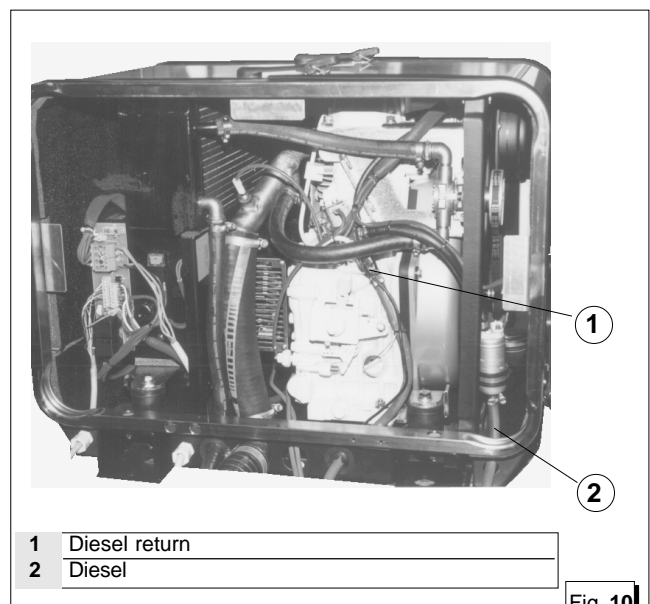

Fig. 10
L'alimentazione del gruppo è a gasolio, ed avviene tramite i raccordi contrassegnati dalle diciture "**GASOLIO**" e "**RITORNO GASOLIO**" (fig. 10, rif. 1-2); quest'ultimo serve per il ritorno del combustibile in eccesso. **Nel collegamento al serbatoio combustibile è necessario inserire un filtro combustibile**; è inoltre buona norma inserire un rubinetto sulla linea di alimentazione a valle del serbatoio, ed una valvola unidirezionale (di non ritorno solo per dislivelli superiori a 50 cm) onde evitare lo svuotamento dell'impianto combustibile per qualsiasi causa. Utilizzare una valvola con apertura 50 millibar. I tubi del combustibile devono essere in gomma resistente agli idrocarburi, di diametro interno 6 mm.
The unit is fed by diesel fuel through the tubes marked "DIESEL" and "DIESEL RETURN" (fig. 10, ref. 1-2). This latter is used for the return of the excess fuel. **It is necessary to install a filter in connections to the fuel tank**, it is also advisable to fit a tap onto the power supply line downstream of the tank and a single-acting valve (check valve only for a difference in height of 50 cm or more) to prevent the fuel system emptying for any reason. Use a valve with a 50 millibar opening.
L'alimentation du groupe, à gasoil, s'effectue par l'intermédiaire des raccords portant les indications **GASOIL** et **RETOUR DU GASOIL** (figure 10 - réf. 1-2); ce dernier sert pour le retour du combustible en excès. **Il faut introduire, dans le raccordement au réservoir du combustible, un filtre-combustible**; il est de règle de placer un robinet sur la ligne d'alimentation en aval du réservoir et une soupape unidirectionnelle (de non-retour uniquement pour les dénivellations supérieures à 50 cm) pour éviter le vidage de l'installation de combustible, quelle que soit la cause. Utiliser une soupape avec une ouverture de 50 millibar.